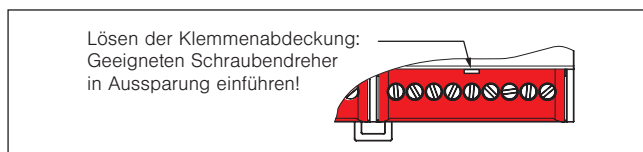

Abb. 3 Lösen der Klemmenabdeckungen
- REG: Montieren Sie das Gerät beim Verteilereinbau auf einer symmetrischen Hutschiene (TH 35 nach EN 60715:2001) durch Aufclipsen. Zur Erleichterung der Anschlussarbeiten können die Klemmenabdeckungen gelöst werden (siehe Abb. 3).